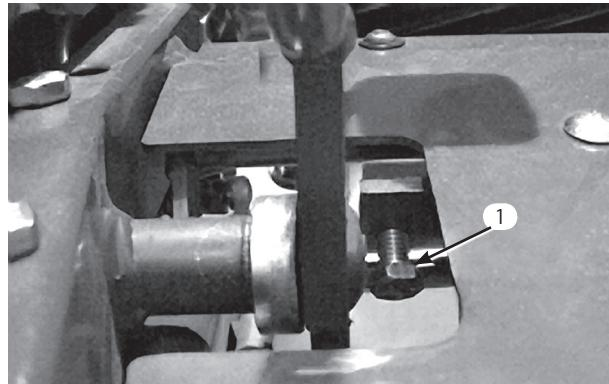

図53
1. ペダルロックのキャップスクリュのジャムナット（図53）をゆるめる。